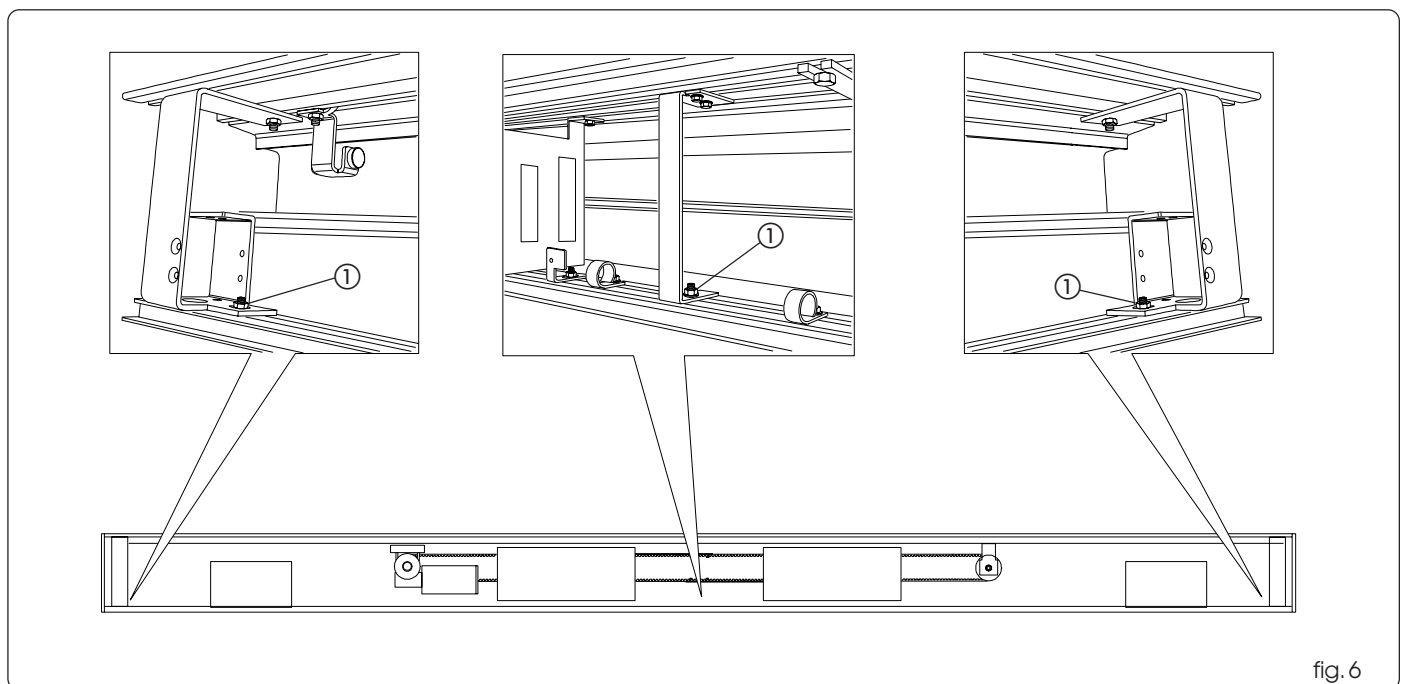

fig. 6
Démonter le profil du carter inférieur en dévissant les vis de blocage sur les trois pattes de support d'après la fig. 6 réf. ①.